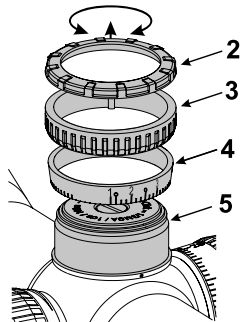

Fig. 3
Efter att vapnet har nollställts till en 100 m plats, skjuts ballistikringen (4) som är lämplig för laddning på vridknappen (5) (fig. 3).